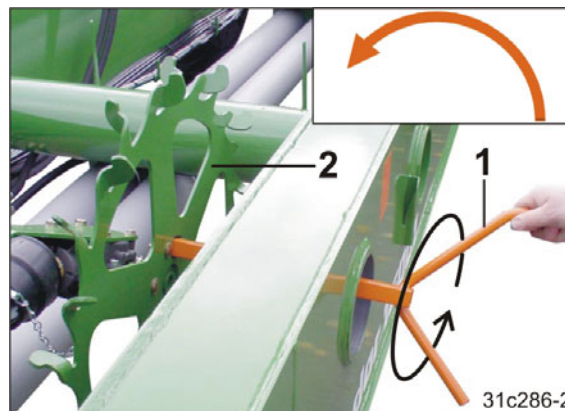

Fig. 161
8. Introduceți manivele de calibrare (Fig. 161/1) pe roata cu pînă (Fig. 161/2).